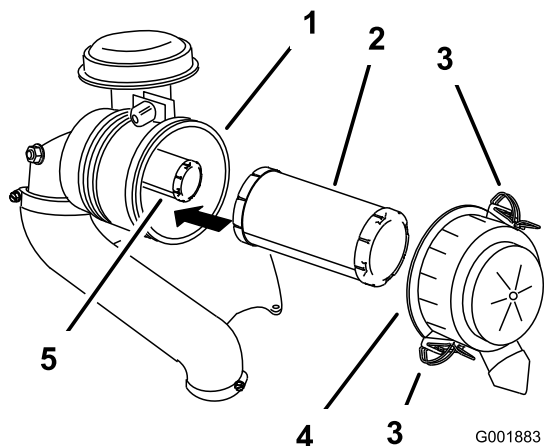

Figure 31
3. Ouvrez les dispositifs de verrouillage du filtre à air et détachez le couvercle du corps du filtre (Figure 31).
5. Sortez le préfiltre du corps du filtre avec précaution (Figure 31).
2. Si vous remplacez l'élément intérieur, insérez-le avec précaution dans le corps du filtre (Figure 31).
3. Placez ensuite le préfiltre sur l'élément intérieur avec le même soin (Figure 31).
4. Remettez en place et verrouillez le couvercle du filtre à air (Figure 31).